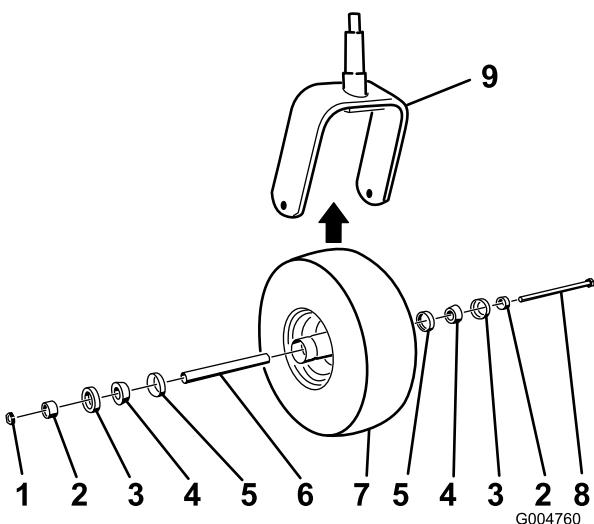

図 53
2. キャスター・ホイール・アセンブリをキャスター・フォークの間に保持しているボルトのロックナット（図 53）を外す。
5. コーン・ベアリングにグリスをパックし、キャスター・ホイールのハブにコーン・ベアリングとシールを押し込み、図 53のように組み上げる。